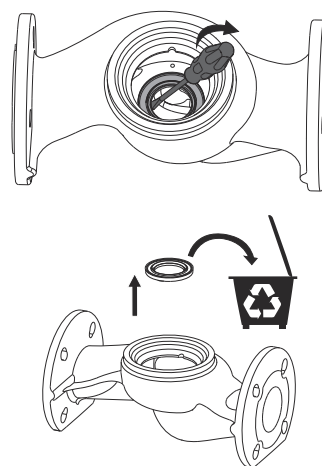

Рис. 3 Снятие и утилизация щелевого уплотнения
2. Нанесите смазку, например, Rocol Sapphire Aqua-Sil, на винт хомута (92) и ослабьте винт.
3. Извлеките головную часть насоса из корпуса насоса (6).
4. Снимите хомут (92).
6. Снимите щелевое уплотнение (45) и утилизируйте его. См. рис. 3.